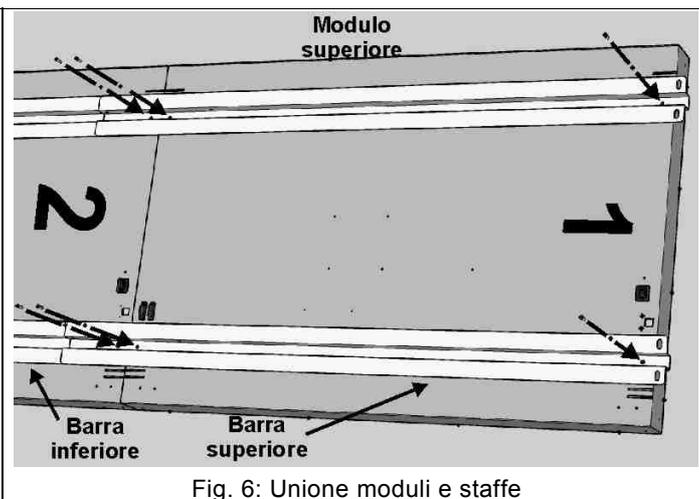

Fig. 6: Unione moduli e staffe
3. Disporre i moduli con la parte frontale rivolta verso il pavimento e secondo la numerazione riportata sul retro (Fig. 6), in modo da formare il pannello voluto (vedere i vari modelli al capitolo 1). Quindi, posizionare le due staffe sopra i moduli allineandone i fori di fissaggio, e bloccarle saldamente ai moduli usando le viti in dotazione (Fig. 6) ed un cacciavite a croce.